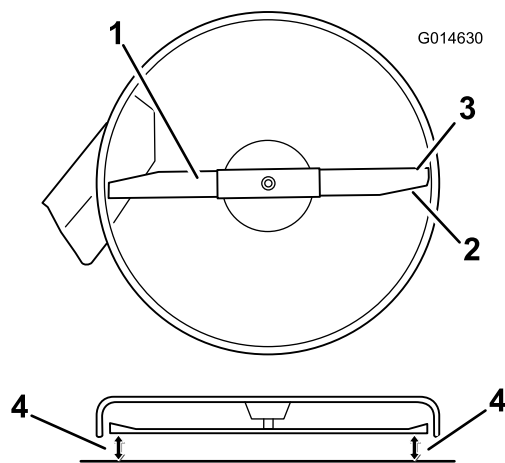

Figure 50
4. Faites pivoter les lames avec précaution pour qu'elles soient toutes parallèles (Figure 50).
5. Mesurez la distance entre les tranchants extérieurs et le sol plat (Figure 50). Si les deux mesures diffèrent de plus de 5 mm, un réglage s'impose. Poursuivez la procédure.